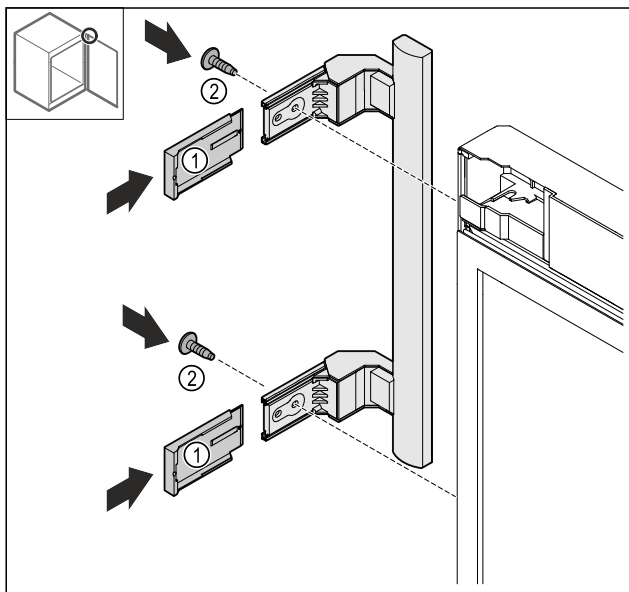

Fig. 25
- ▶ Τοποθετήστε τα καλύμματα Fig. 25 (1).